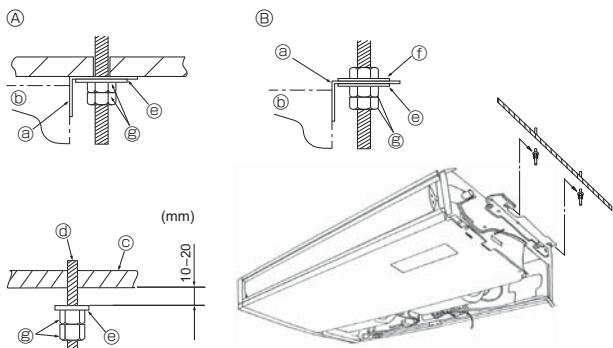

Fig. 3-5
② Forcando abrir a grelha de admissão ou abrindo-a até um ângulo de superior a 120° pode danificar as dobradiças.
3.3. Instalação da unidade interior (Fig. 3-5)